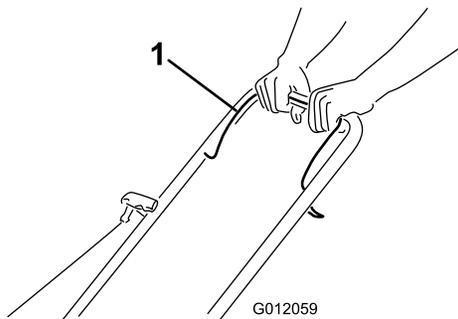

Figura 10
1. Sujete la barra de control de la cuchilla (Figura 10) contra el manillar.